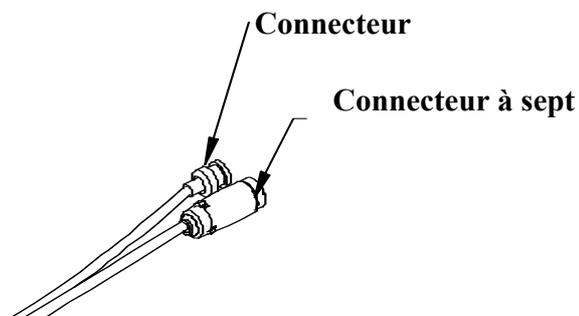

Figure 2.2 Branchement du câble de la tête de soudure modèle plan de travail modèle 2605
2.1.5 Lorsque vous utilisez la tête de soudure modèle plan de travail, reliez l'extrémité connecteur BNC de la tête de soudure modèle plan de travail à la sortie HF située à l'arrière de la source d'alimentation. Faites tourner le connecteur dans le sens des aiguilles d'une montre pour le verrouiller en place. Branchez le connecteur à sept broches sur la sortie CC. Voir Figure 2.2.
- 2.2.1 Pour la soudure et la segmentation des tubes, maintenir la tête de soudure dans la paume de l'une des mains en plaçant les doigts sur le levier afin que le pare-éclaboussures et le voyant indicateur de soudure soient face à l'opérateur, comme indiqué dans la figure 2.2. Dans cette position, l'opérateur peut placer aisément le tube dans l'espace (la « zone de soudure ») située entre la pince HF et la pince de masse, le souder et le *pousser* à travers la zone jusqu'à la position de soudure suivante à l'aide de sa main libre.